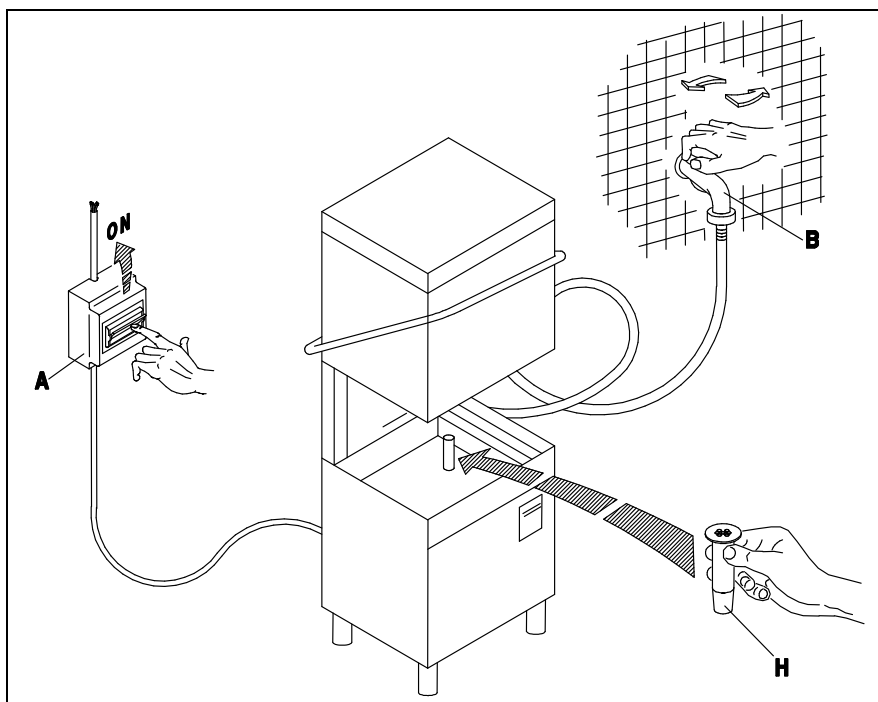

Bild. 3-1
- Öffnen Sie den Wasserhahn (B) und betätigen Sie den Hauptschalter (A). Beim Betätigen des Schalters (1) am Geschirrspüler wird die Anzeige (A) aufleuchten, an der Sie erkennen können, daß die Maschine unter Spannung steht. Bei geschlossener Haube läuft Wasser in die Maschine; ist die nötige Wassermenge einmal erreicht, so schalten die Heizungen des Tanks und des Boilers automatisch ein. Der Betrieb der Heizungen wird durch das Aufleuchten der Anzeigen (D) und (E) erkennbar. Beide Leuchtanzeigen erlöschen, wenn das Wasser eine vorbestimmte Temperatur erreicht hat, d. h. wenn die Maschine betriebsbereit ist. (Bild. 3-1 - 3-2)
Nun die START-Taste (3) mindestens 2 Sekunden lang drücken, und das Spülprogramm beginnt, die Kontrolllampe (C) leuchtet auf und am Programmende erlischt die Kontrolllampe. So werden zunächst das Hauptspülen, dann das Teil-Entleeren des Spülbehälters und schließlich das Warmspülen automatisch durchgeführt. Um das Gerät auszuschalten, muß der Schalter (1) auf die Position (0) gestellt werden, die Kontrolllampe (A) erlischt. (Bild.3-1+3-3).